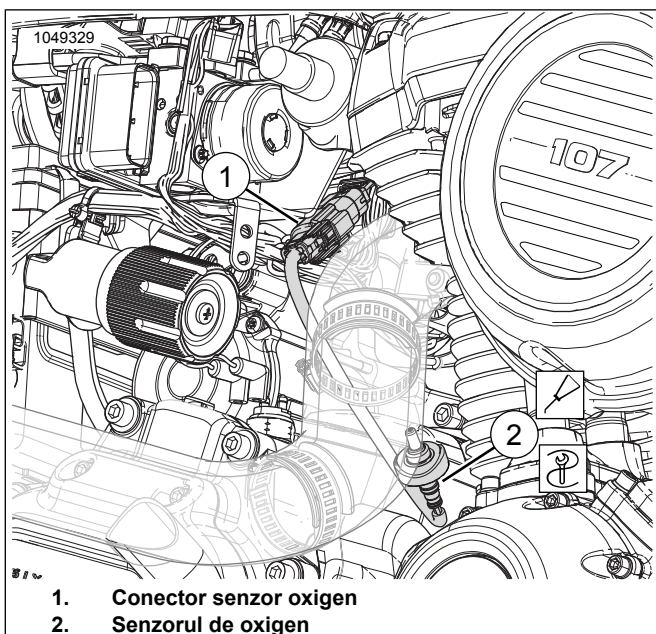

Figura 20. Senzor de oxigen spate
Consultați Figura 20. Deconectați conectorul pentru senzorul de oxigen din spate (1) de la cablajul principal.